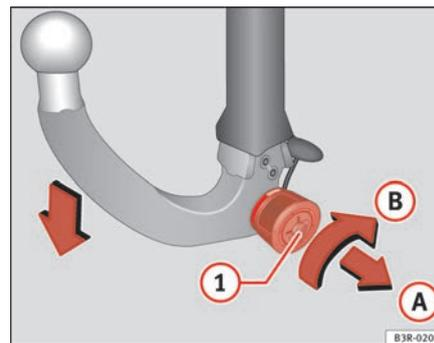

Fig. 156 Dispositivo de reboque desmontável: Desmontar a rótula
- Introduza a chave na fechadura **(1)** ⇒ fig. 156 da roda recartilhada. ▶